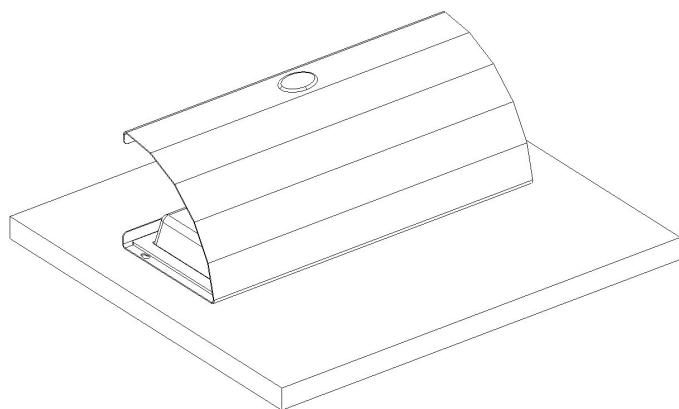

Fig.9
- L'art.701 può essere appoggiato su una superficie piana (Fig.9).